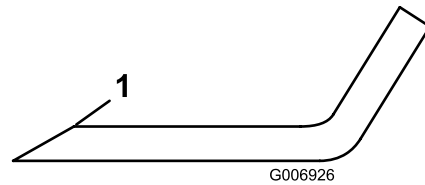

Figure 67
3. Examinez les tranchants de toutes les lames. Affûtez-les s'ils sont émoussés ou ébréchés. N'aigüez que le haut du tranchant et conservez l'angle de coupe d'origine pour obtenir une coupe nette (Figure 67). Limez la même quantité de métal sur chacun des deux tranchants pour ne pas déséquilibrer la lame.